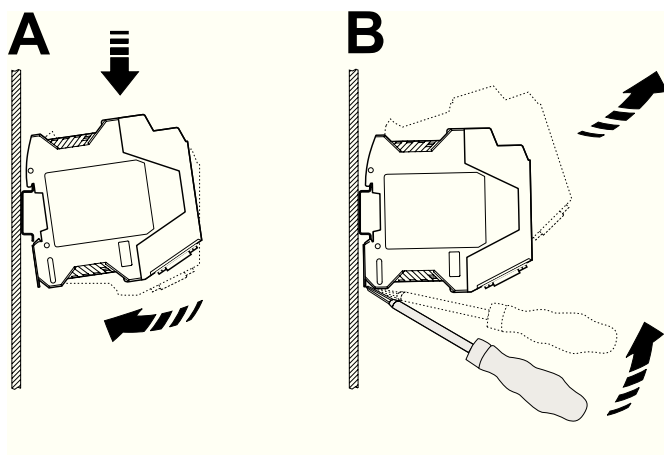

Bild 2-1 Montage und Demontage Einzelgerät
- Setzen Sie das Gerät von oben auf eine geerdete 35-mm-Tragschiene so auf, dass die obere Gehäusenut an der Oberkante der Tragschiene einhakt (siehe Bild 2-1 A).
- Lösen Sie mit einem geeigneten Schraubendreher den Verriegelungsmechanismus am Rastfuß des Geräts (siehe Bild 2-1 B).